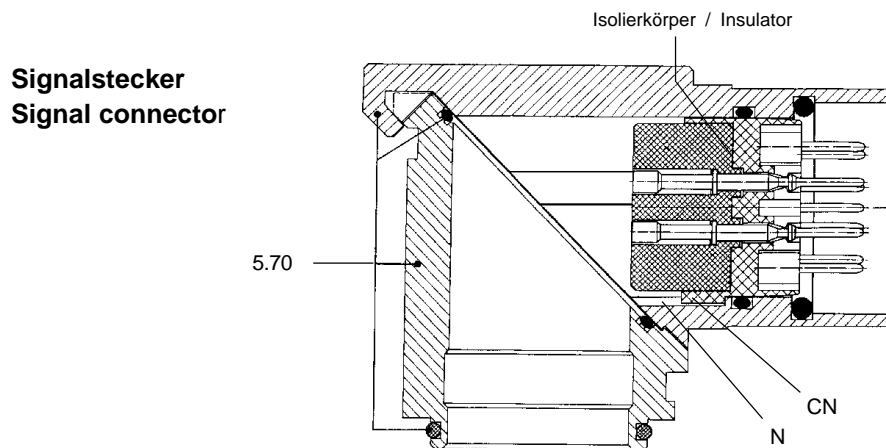

Fig. 105.2 Demontage des Isolierkörpers
- Isolierkörper aus dem Signalstecker (5.70 - Fig. 105.2) ausbauen, hierzu das geteilte Signalsteckergehäuse durch Herausdrehen der Schrauben (5.71) öffnen; Isolierkörper zusammen mit den Anschlußleitungen herausdrücken
- Codiernase (CN) des Isolierkörpers (Fig. 105.2) in die Nut (N) des Signalsteckergehäuse (5.70) eindrücken und Signalstecker zusammenschrauben;
- Remove insulator from the signal connector (5.70, Fig. 105.2). To do this, open the two-part casing of the signal connector by undoing the screw (5.71) and press out the insulator together with the connecting leads.
- Press the coding lug (CN) of the insulator (Fig. 105.2) in the groove (N) of the signal connector casing (5.70) and put the signal connector together by fitting the screw.